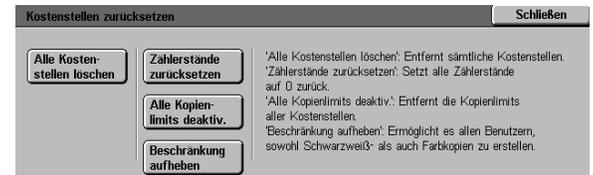

Abb. 11: Kostenstellen zurücksetzen
- 1 Im Bildschirm “Kostenzählerverwaltung” **Kostenstellen zurücksetzen** betätigen (s. Abb. 11).